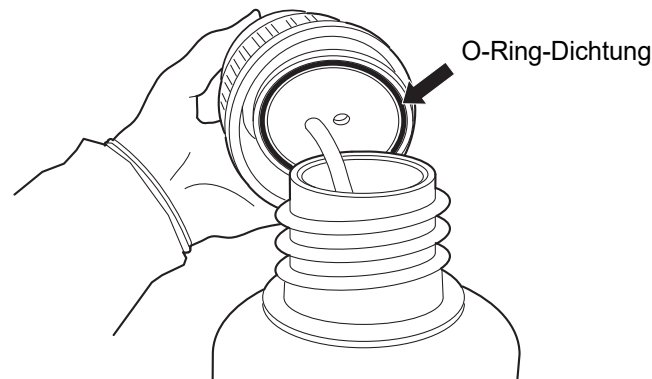

Abb. 8-11 Untersuchen der O-Ring-Dichtung der Abfallflasche
4. Vor dem Aufschrauben die O-Ring-Dichtung im Abfallflaschendeckel auf Verschmutzungen untersuchen. Siehe Abb. 8-11.